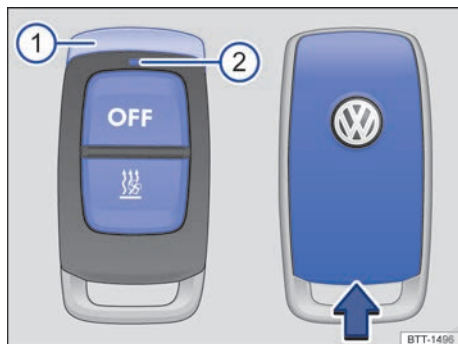

Fig. 125 Calefacción independiente: mando a distancia por radiofrecuencia (izq.) con compartimento para la batería (dcha.).
– **Conectar:** Pulse la tecla → fig. 125.
– **Desconectar:** Pulse la tecla → fig. 125.
Cuando se pulsan las teclas, el LED → fig. 125 ② indica distintos estados.
- Mantenga el mando en vertical con la antena → fig. 125 ① hacia arriba.
- Introduzca un objeto adecuado, p. ej., un destornillador, en el rebaje del lateral en el sentido de la flecha → fig. 125.
- Desplace la tapa en el sentido contrario al de la flecha → **fig. 125** hasta que encastre.